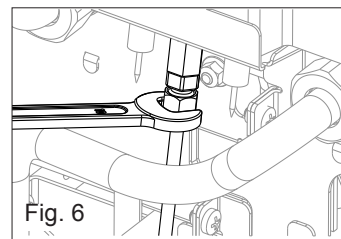

Fig. 6
- Desligar o tubo da chama piloto (fig. 6)